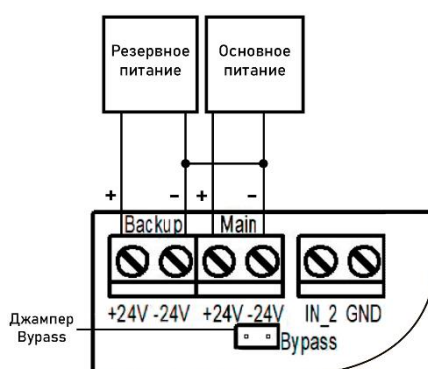

Рисунок 4 - Разъем основного и резервного питания ППК
- 1.2.3. Отключить основное и резервное питание ППК (рисунок 4)